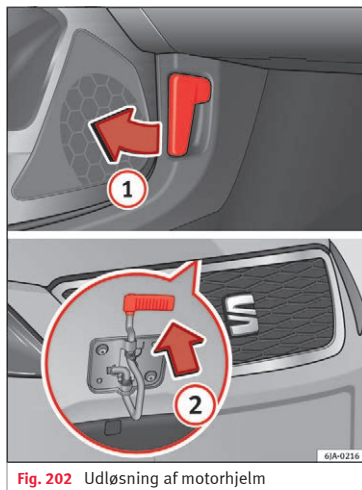

Fig. 202 Udløsning af motorhjelme
- Træk armen (1) » Fig. 202 under instrumentpanelet i pilens retning.
- Træk låsearmen i pilens retning **②** » Fig. 202. Motorhjelmens låses op.